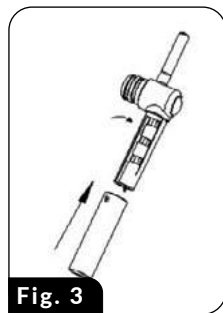

Fig. 3
1. Așezați cupe mici pe un suport extensibil (6) după ce ați scos-o în prealabil.
2. Două găuri mari în suport (6) și grilă (9) sunt amplasate direct sub orificiul de evacuare a cafelei din balon - acestea indică locul pentru poziția corectă a două căni mici.
3. Așezați o cană mare direct pe grila tăvii de scurgere (9) - suportul (6) trebuie apoi introdus în interiorul dispozitivului.
ATENȚIE! Când preparați cafea CAPPUCINO sau LATTE, asigurați-vă că reglați duza tubului de spumare (22). De asemenea, puteți regla lungimea duzei tubului de distribuire a laptelui spumat blocând-o în diferite setări de lungime, astfel încât să o reglați la diferite dimensiuni ale cupei (Fig.3).